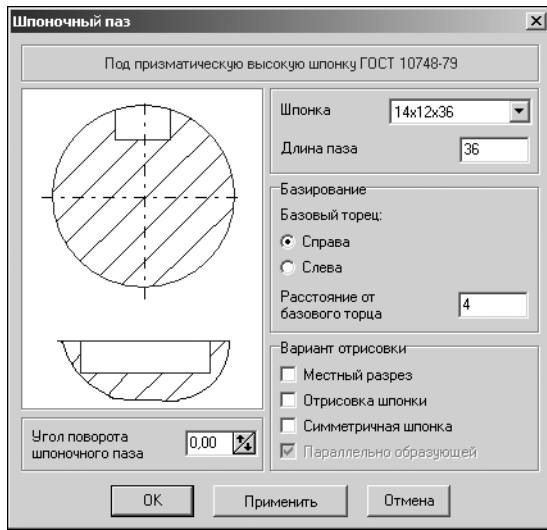

Рис. 4.27.
4. Укажите тип паза **Под призматическую высокую шпонку ГОСТ 10748-79** и щелкните левой клавишей мыши. Откроется окно, предназначенное для ввода параметров шпонки и шпоночного паза (рис. 4.27).